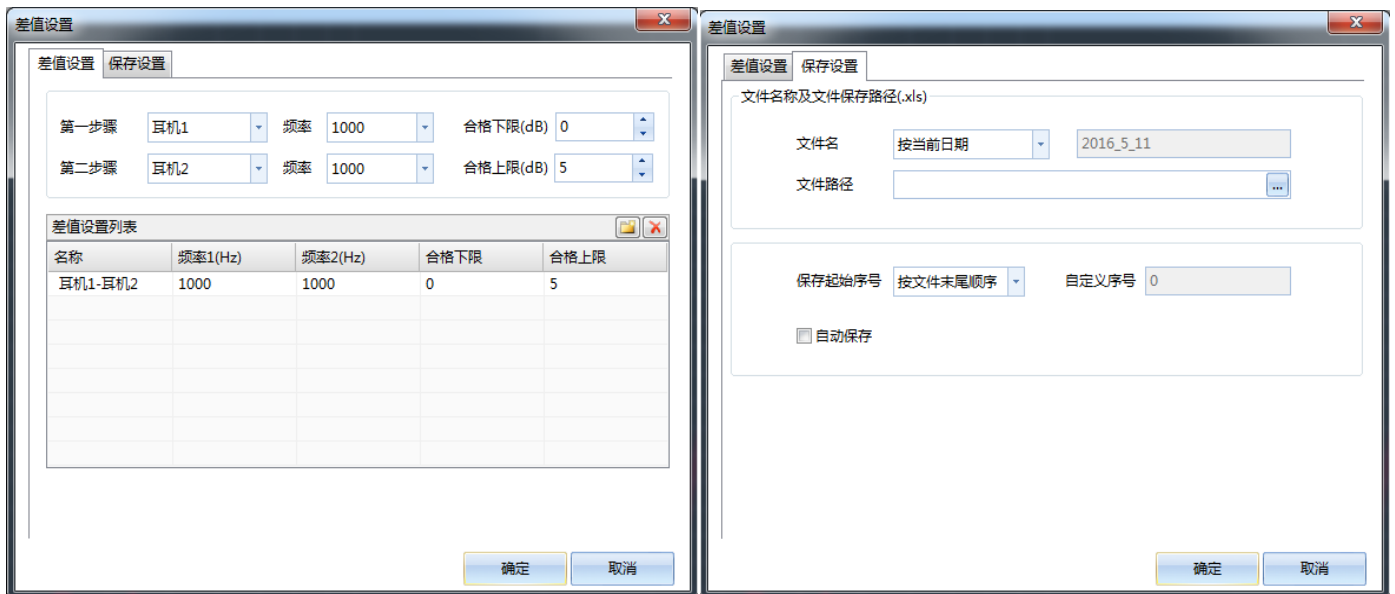

图 3.35 差值设置对话框
- 差值设置，如图 3.35 左：
- 保存设置，如图 3.35 右：